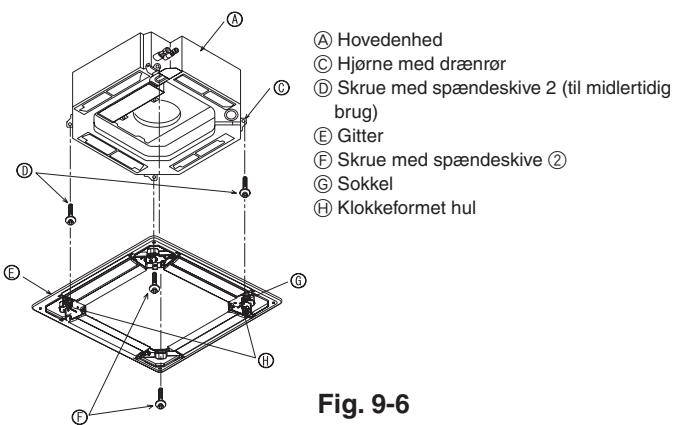
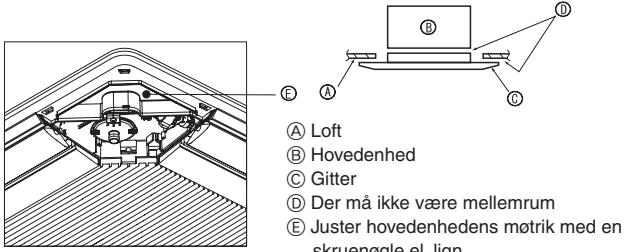

Fig. 9-6
Fig. 9-7
9.4.2. Midlertidig montering af gitteret (Fig. 9-6)
- Fastgør gitteret midlertidigt ved hjælp af de klokkeformede huller ved at placere den med ⑥ mærkede sokkel på gitteret i området med hjørnedrænrøret på hovedenheden.
9.4.3. Fastgørelse af gitteret (Fig. 9-7)